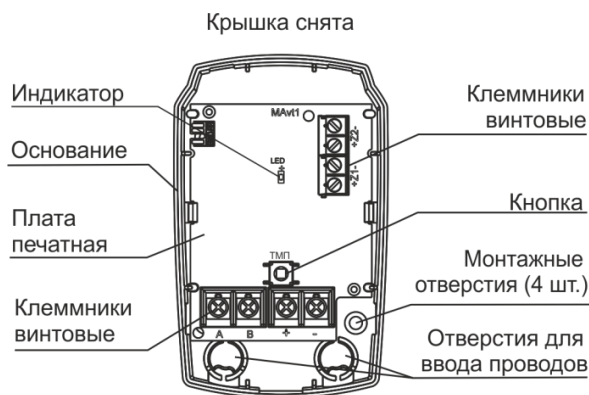

Рисунок 2
4.1 МА выполнена в виде блока, состоящего из основания и съемной крышки (рисунок 2).